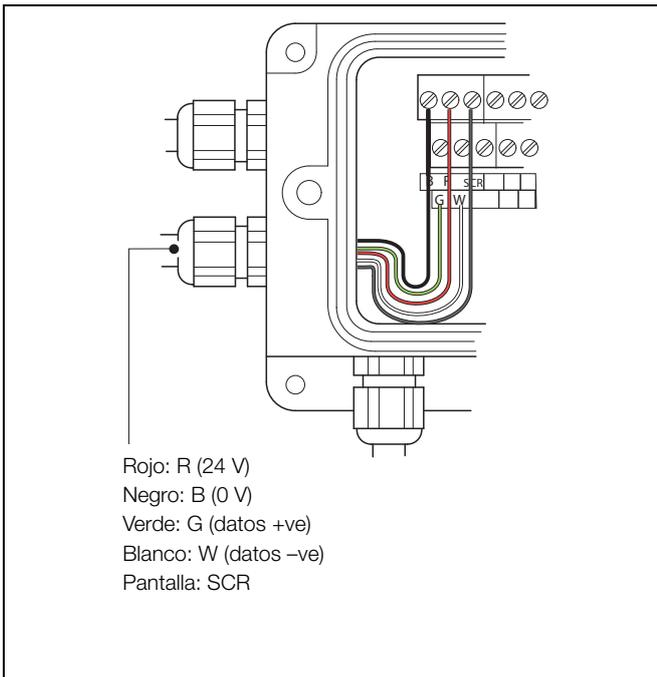

Fig. 3.13 Conexiones adicionales de cables en serie a varias secciones de medición
1. Abra la puerta de la sección de medición soltando las dos cerraduras de la puerta (A).
2. Retire los 4 tornillos (B) y las arandelas de retención de plástico asociadas (C) que sujetan la cubierta de la placa de circuito impreso de la sección de medición y retire la cubierta.
3. Retire el tapón ciego aflojando la tuerca del prensaestopas, pase el cable de comunicación suministrado a través del prensaestopas y realice las conexiones que se muestran en la Fig. 3.13, página 15.